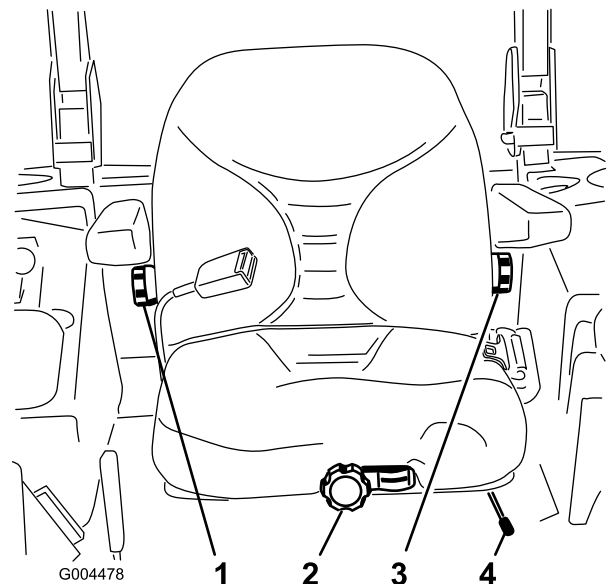

Figura 14
1. Para ajustar, desloque a alavanca para o lado e desbloqueie o banco (Figura 14).
Sem estar sentado no banco, rode o botão da frente numa das direcções para proporcionar o máximo conforto (Figura 14).
Para ajustar, rode o botão, sob o descanso do braço direito, numa das direcções para proporcionar o máximo conforto (Figura 14).
Para ajustar, rode o botão, sob o descanso do braço esquerdo, numa das direcções para proporcionar o máximo conforto (Figura 14).